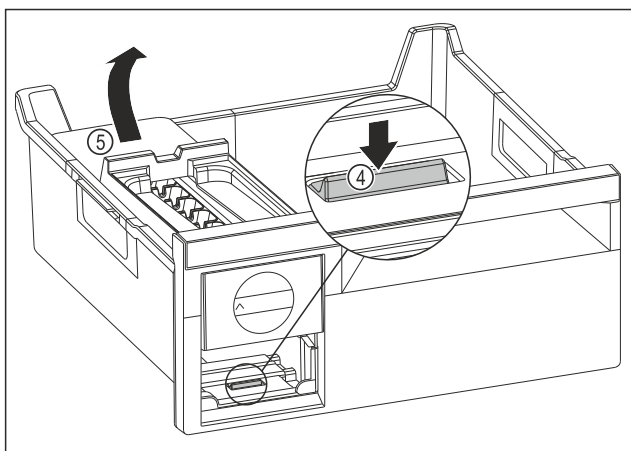

Fig. 74
- ▶ Extraer el cuerpo del EasyTwist-Ice: Presionar la lengüeta Fig. 74 (4) con los dedos hacia abajo subiendo al mismo tiempo por detrás con la otra mano el cuerpo del EasyTwist-Ice Fig. 74 (5).